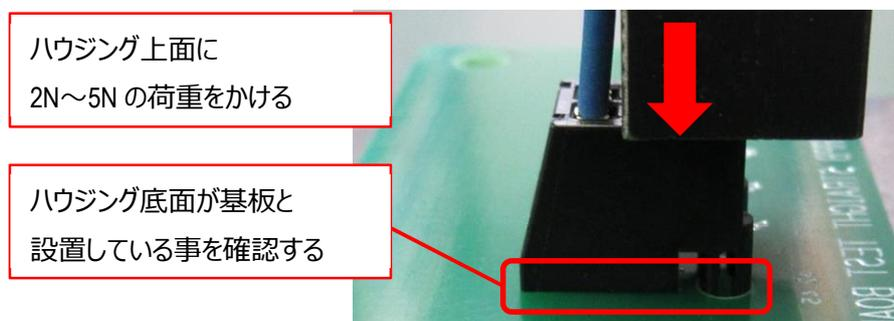

図.25 押さえ荷重
- ・実装時にはハウジング上面に 2N～5N の荷重をかけた状態(図 25 参照)でハウジング底面が基板と接地している事を確認し、実装する事を推奨致します。